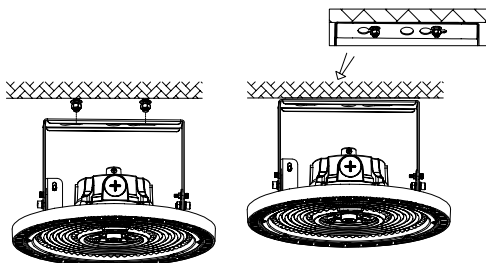

Figura 4
2. Conexiones eléctricas: Una vez montado, conecte los cables del dispositivo a la red eléctrica de acuerdo con las normas y reglamentos locales de cableado. (Consulte la Figura 4).